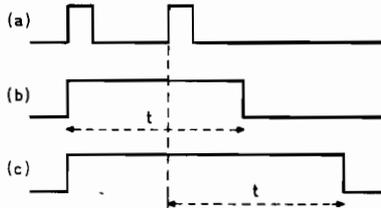

FIGURE 7. — Pour un même signal d'entrée (a), la tension de sortie peut être différente pour un monostable non redéclenchable (b) ou redéclenchable (c).
Le 74121 est de type « non redéclenchable », c'est-à-dire qu'il ignore les signaux de déclenchement reçus pendant sa période quasi stable. La figure 7 résume la différence entre les deux types de monostables. En (1), sont représentés deux signaux d'attaque très rapprochés. En (2), il s'agit du signal de sortie d'un non redéclenchable de période t . La seconde impulsion est ignorée. En (3), le signal de sortie est celui d'un redéclenchable de même période t . Ce monostable a basculé dès l'apparition de la première impulsion. Il tient compte de la seconde de telle